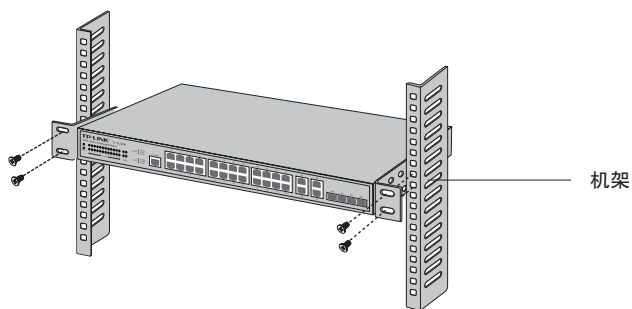

图2-3 机架安装示意图
4. 用螺钉将L型角铁固定在机架两端固定的导槽上, 确保交换机稳定、水平地安装在机架上, 如图2-3所示。